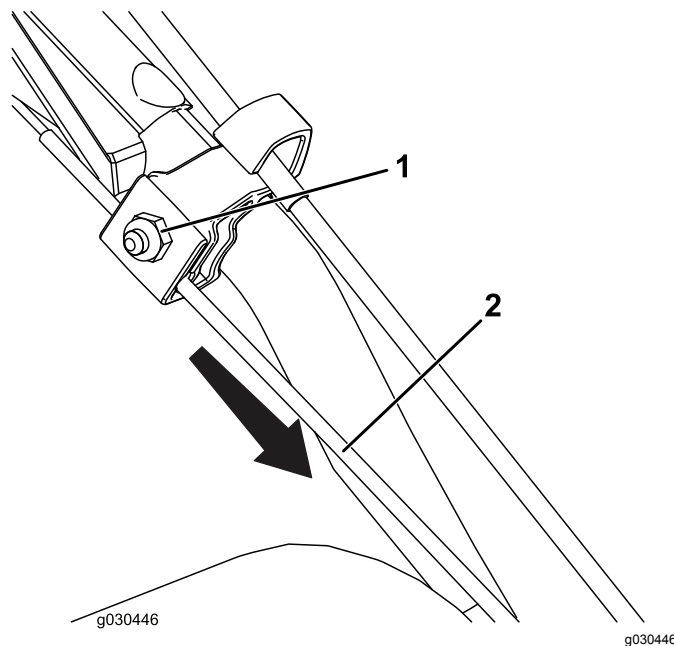

Figura27
1. Slăbii piulia de pe clema de cablu superioară, însă nu o înlăturai (Figura27).
2. Tragei cablul în jos pentru a tensiona cablul (Figura27).
3. Strângeți piulia (Figura27).